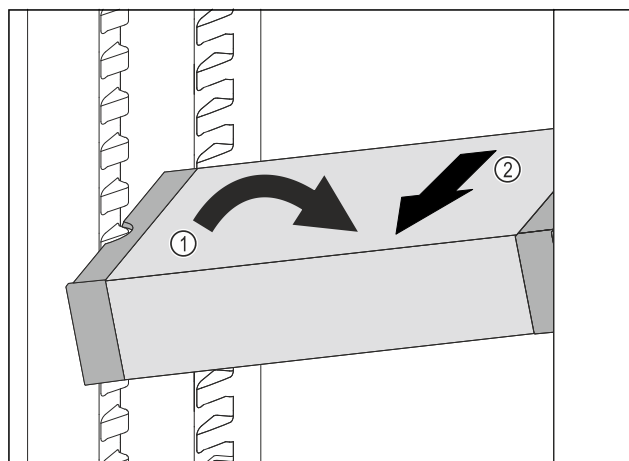

Fig. 174
- Incliner le VarioSafe dans la partie réfrigérateur. Fig. 174 (1)
- Sortir le tiroir VarioSafe par l'avant. Fig. 174 (2)